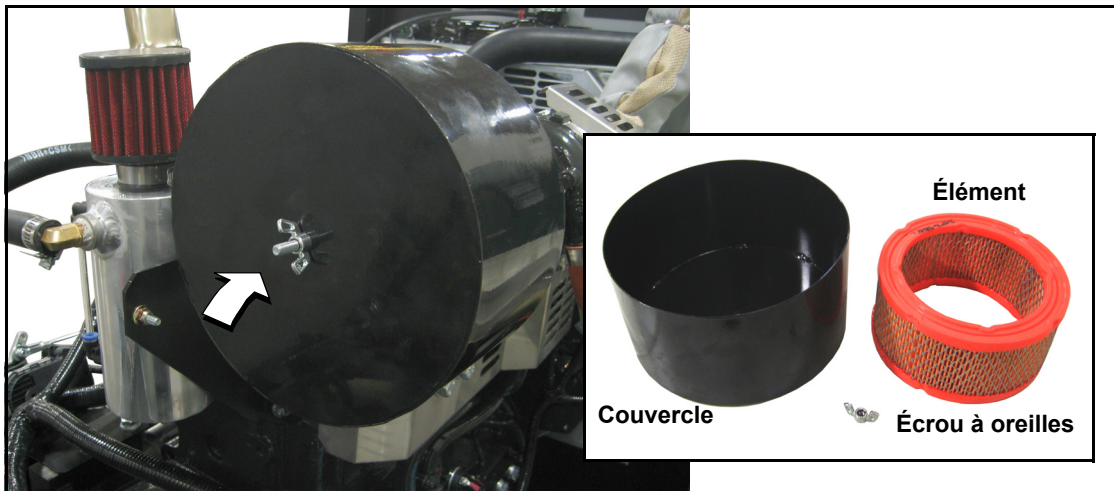

Figure 5-14. Couvercle du filtre à air et élément du filtre
1. Retirez l'écrou à oreilles de la tige filetée pour relâcher le couvercle du filtre à air. Voir Figure 5-14.